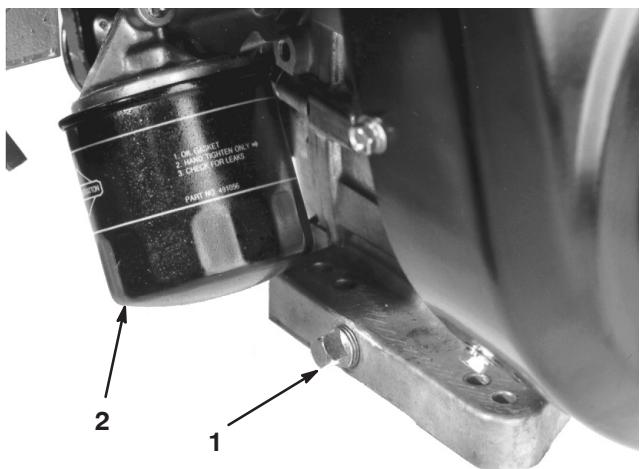

Bild 42
1. Entfernen Sie die Ablassschraube (Bild 42) und lassen das Öl in ein Auffanggefäß ab. Schrauben Sie die Ablassschraube wieder ein, nachdem das Öl abgelaufen ist.
2. Entfernen Sie den MotorölfILTER (Bild 42). Ölen Sie die neue Dichtung am Ölfilter leicht mit frischem Öl ein.